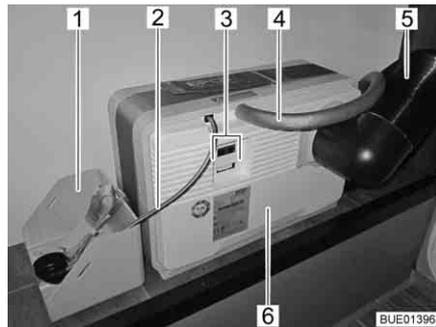
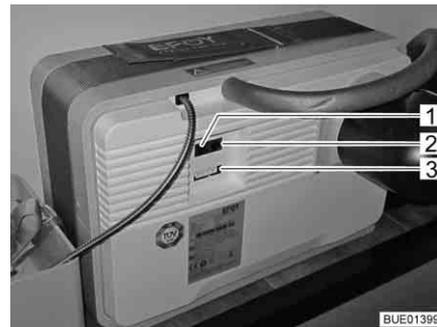
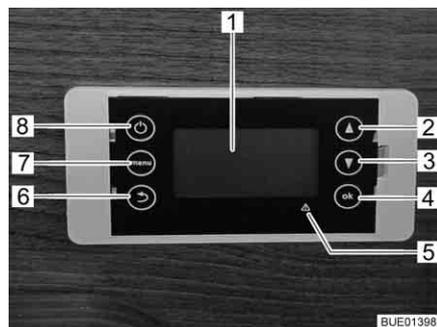

Bild 132 Brennstoffzelle mit Tankpatrone
Bild 133 Anschlussfeld Brennstoffzelle
Bild 134 Bedieneinheit Brennstoffzelle
Die Brennstoffzelle besteht aus mehreren Komponenten, die im Heckstauraum eingebaut sind (Bild 132), sowie aus einer Bedieneinheit (Bild 134) im Wohnbereich.
An der Brennstoffzelle (Bild 132,6) befinden sich:
- der Anschluss für den Abluftschlauch (Bild 132,4) bzw. die Einfüllöffnung für das Service-Fluid
- das Abwärmerohr (Bild 132,5)
- elektrische Anschlüsse (Bild 132,3) mit Datenschnittstelle (Bild 133,2), Geräteanschluss (Bild 133,3) und Anschluss für das Bedienpanel (Bild 133,1)
Zur Brennstoffzelle gehört eine Tankpatrone, die über den Tankanschluss (Bild 132,2) mit der Brennstoffzelle (Bild 132,6) verbunden ist.
Die Tankpatrone ist im Tankpatronenhalter (Bild 132,1) festgezurt.
Die Brennstoffzelle lädt automatisch die Wohnraumbatterien, wenn die Spannung der Wohnraumbatterien unter 12,3 V sinkt und die Brennstoffzelle über die Ein/Aus-Taste (Bild 134,8) eingeschaltet ist.
Das Display (Bild 134,1) der Bedieneinheit ist vierzeilig.
Mit der Menü-Taste (Bild 134,7) lässt sich das Hauptmenü aufrufen:
Bei Störungen leuchtet die rote Störungsanzeige (Bild 134,5) und auf dem Display erscheint eine Meldung. Die Meldung besteht aus einem Fehlercode und Hinweisen, wie die Störung behoben werden kann.